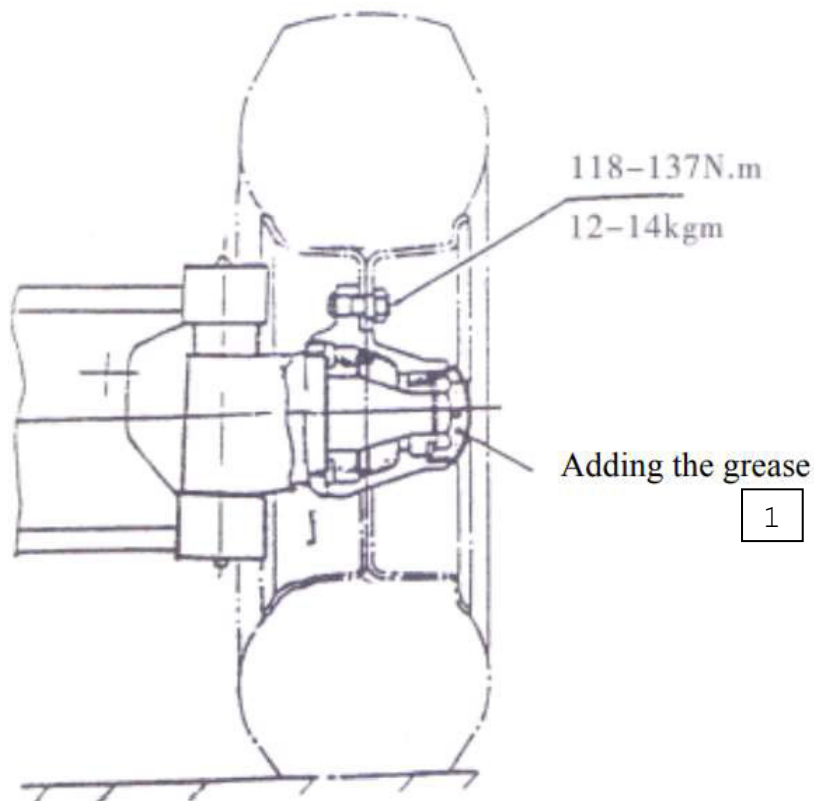

Рис. 2-5. Добавление консистентной смазки и регулировка предварительного натяжения:
1) Как показано на Рис. 2-5, нужно добавить консистентную смазку в ступицу колеса, нанести ее на внешнюю и внутреннюю поверхность подшипника, положить во внутреннюю полость под крышкой ступицы и также смазать закраину масляного уплотнения.